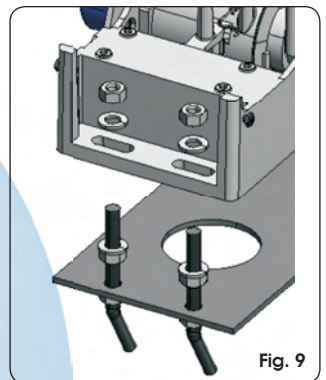

Fig. 9
- ④ Plaats de aandrijving op de plaat met gebruikmaking van de bijgeleverde ringen en moeren, zoals in Fig.9.